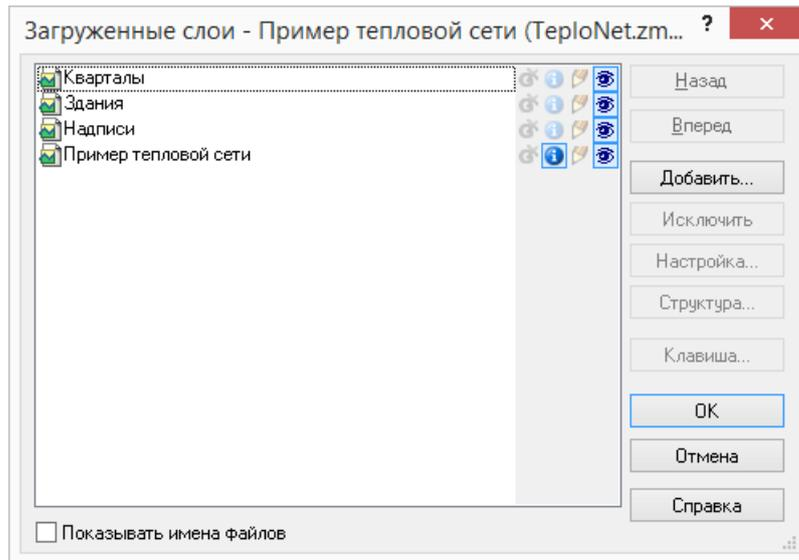

Рисунок 13.3. Диалог выбора слоя
1. Нажмите кнопку **Слой...**, выберите слой рассчитываемой тепловой сети в открывшемся диалоге (Рисунок 13.3, «Диалог выбора слоя») и нажмите кнопку **ОК** чтобы подтвердить выбор и закрыть диалог.